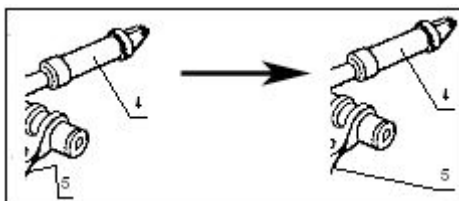

Рис. 3.133
Для выравнивания выносок 4 и 5 (Рис. 3.133):
2. На **Панели инструментов для выносок** выберите инструмент **Выровнять по правому краю** . В результате выноски примут вид, показанный на Рис. 3.133.